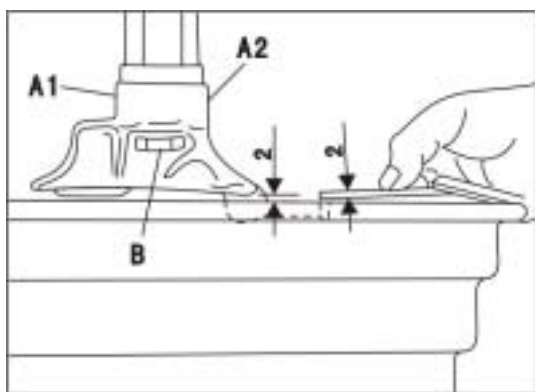
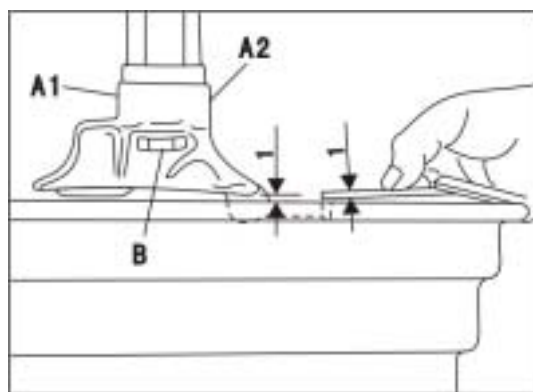
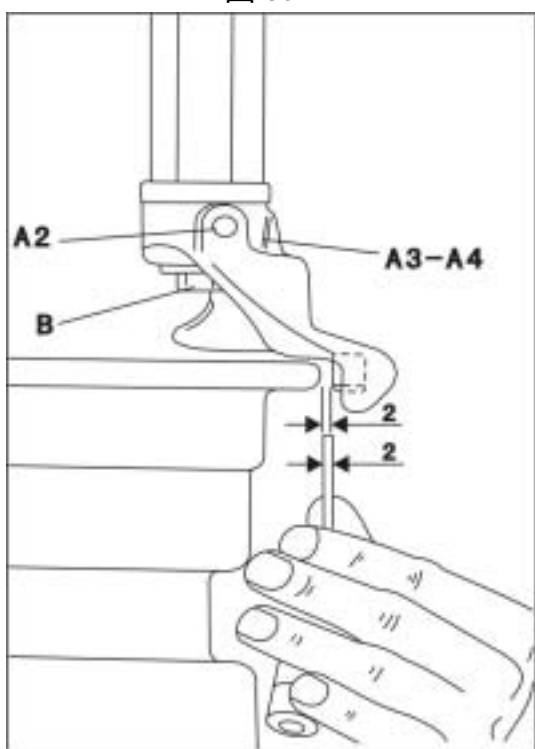
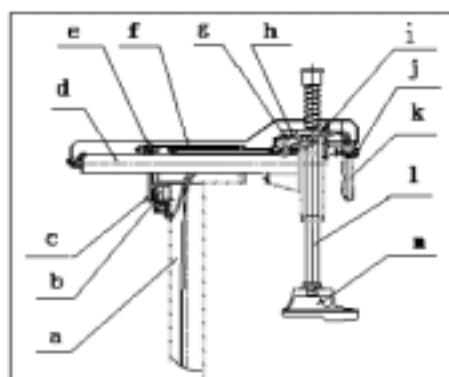

图 35
图 36
图 37
图 42
- 3) 稍微将螺钉 A3—A4 (图 37, 38) 拧紧，调整拆装头使其处于正确的状态；
- 4) 分别将螺钉 A1—A2 (图 35, 39 具有滚轮；图 36, 40 具有护垫) 拧紧，以使拆装头位置在正确范围内，然后用手将螺栓 B 紧固；
- b) 如果数据 2 (滚轮，图 35) 或数据 1 (护垫，图 36) 发生变动，可能是由于螺母 i (图 42) 发生松动。拧紧或松动螺母 i 增加或减小倾斜角度；
- c) 如果数据 2 改变 (图 37)，可能是由于螺母 e (图 42) 松动或锁板 c (图 42) 变形。旋紧或松弛螺母以增加或减少移动范围。用最少 70Nm 的扭矩将螺母紧固。
在图 42 中，锁紧手柄 k 上的气阀锁紧按钮 j 控制锁紧气缸的伸缩。当用拇指按下气阀按钮时，锁紧气缸 b 和 g 的外壳被顶出，其外壳分别顶着锁紧板 c 和 h。由于锁紧板的倾斜，将四方横梁和六方杆锁紧。当用食指将气阀按钮 j 压出时，锁紧气缸 b 和 g 收缩，锁紧板 c 和 h 松弛，四方横梁和六方杆被放松。当出现四方横梁和六方杆锁不紧或放不开时，可分别调整螺母 e 和 i。锁不紧时，旋紧螺母；放不开时，旋松螺母。